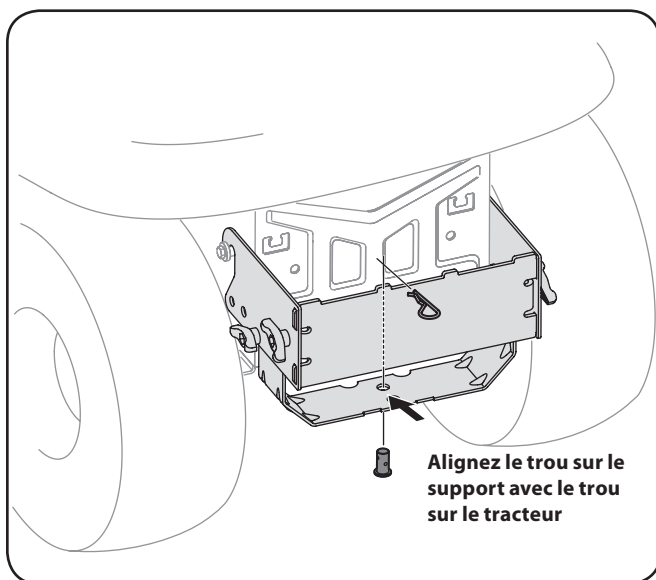

Figure 4-6
2. Installez l'axe à épaulement du jeu de montage 689-00328A dans l'attelage du tracteur et fixez-la avec une bague de retenue en fil métallique. Consultez la Figure 4-6.